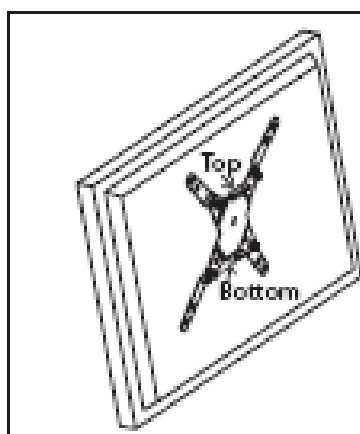

Fig. 7
3. ☒ Coloque la parte frontal de la montura sobre la parte posterior de la pantalla y alinearla con los agujeros. Asegúrese de que el montaje es orientada como se muestra en la ilustración (ver. Fig. 7)